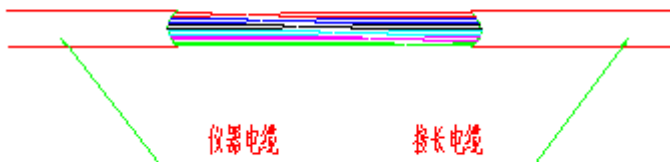

图 2
2、电缆接长时只需将对应颜色的芯线以相互错开 1cm 左右的间隔进行联接即可。需要注意的是：芯线一一铰接钎焊后，须用自粘橡胶带（可向仪器供应商采购）分别将裸露段的芯线包裹好，然后再用自粘橡胶带将全部芯线集成一束包裹好。最后形成与电缆线外径大致相同的“连接段”，最后可用，向仪器供应商采购的特制热缩管（事先套入电缆上）对“连接段”进行热缩密封，电缆连接工作完成。如图 2。